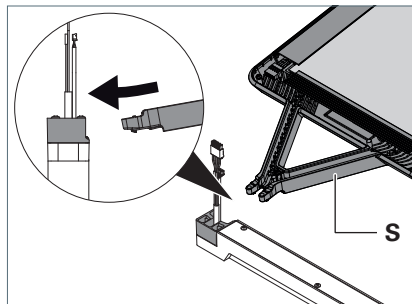

Fig. 12: Leuchtenkopf montieren.
1. Stecken Sie den Tragarm **S** des Leuchtenkopfs leicht nach unten gekippt bis zum Anschlag in den Adapter, siehe Fig. 12.